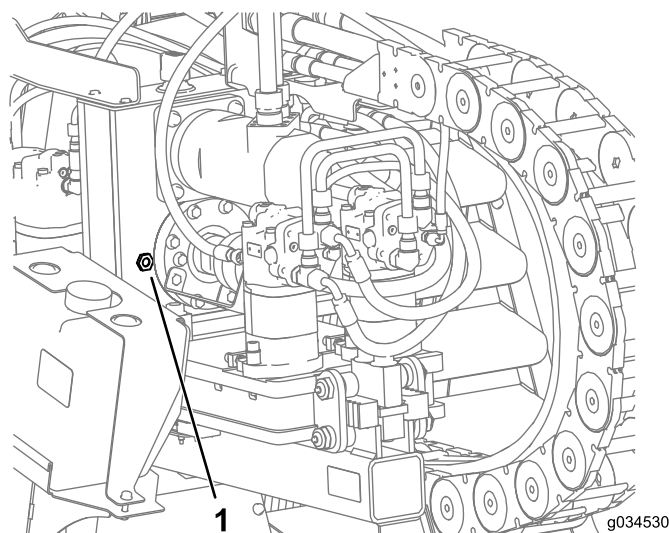

Figura 134
2. Verifique o nível de óleo pelo visor de nível na caixa de transmissão (Figura 134).
3. Remova a tampa do respiro e adicione o óleo na caixa de transmissão até o nível cobrir pelo menos metade do visor de nível (Figura 134).
6. Adicione óleo na caixa de transmissão até ultrapassar a metade do visor de nível (Figura 134).